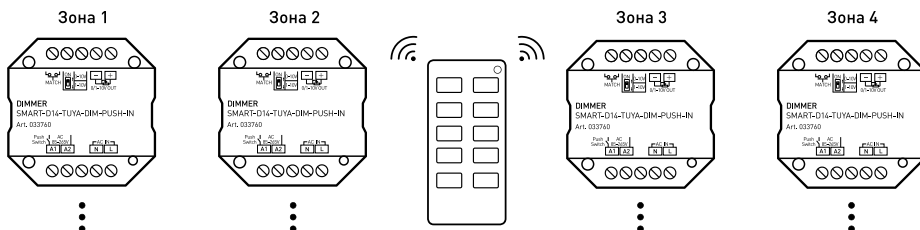

Рисунок 6. Вариант построения системы с 4-зонным пультом дистанционного управления
- 3.12. При использовании многозонных пультов ДУ или панелей можно построить разветвленную систему управления (рисунок 6).